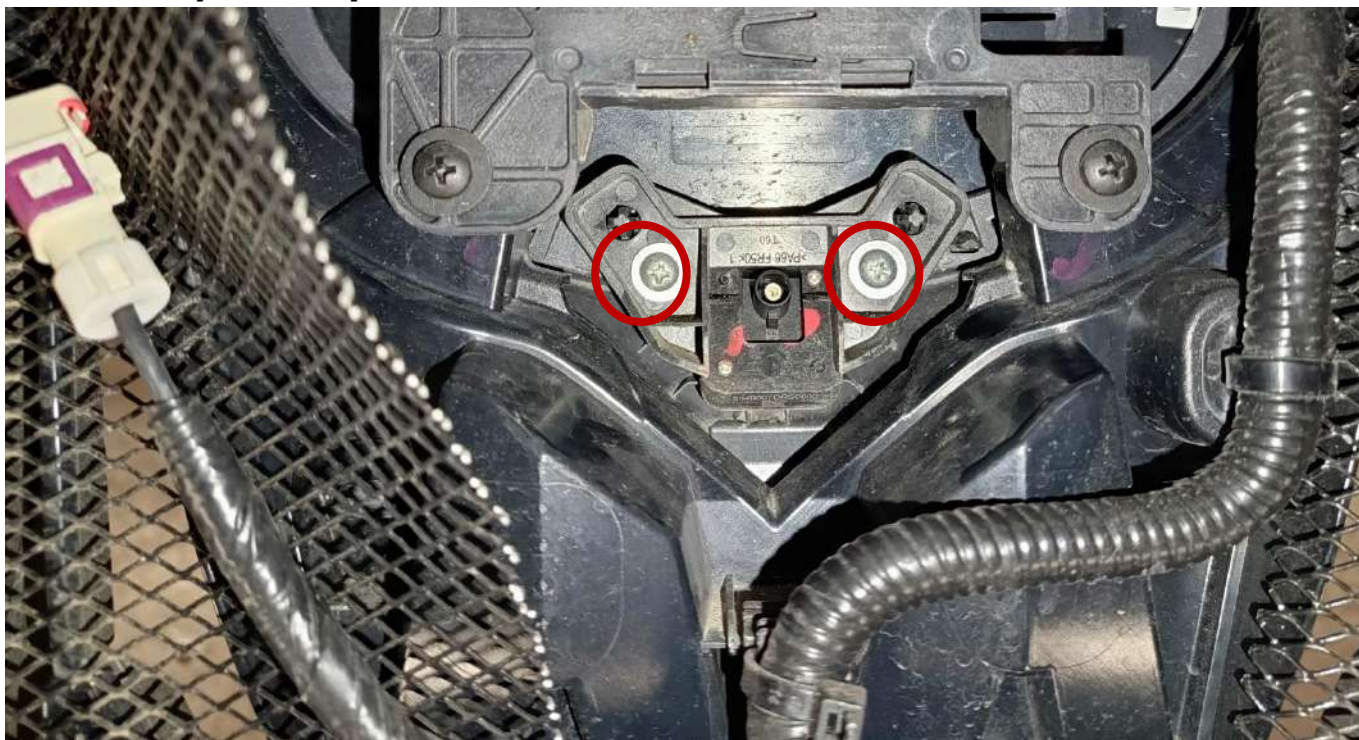

Рисунок 2
- отсоединить разъем камеры и демонтировать камеру с кронштейном, открутив два самореза (рис. 2);